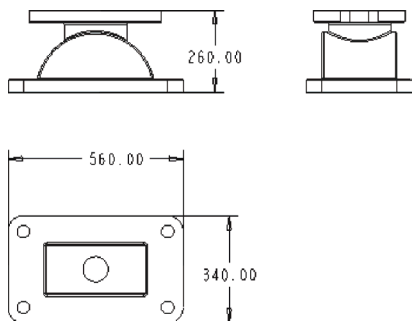

图 14-89 打开模型文件
STEP 01 单击快速访问工具栏中的“打开”按钮, 打开模型文件, 如图 14-89 所示。